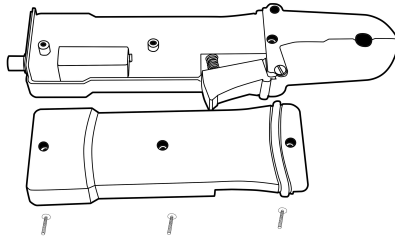

Figure 5: Installation de la pile
- (1) Déconnectez la sonde de l'application.
- (2) Ouvrir le compartiment pile en enlevant les 3 vis à l'arrière de l'appareil. Retirer le couvercle.
- (3) Bien respecter la polarité de la pile et la mettre, comme indiqué sur la figure 5.
- (4) Remettre le couvercle et les 3 vis.